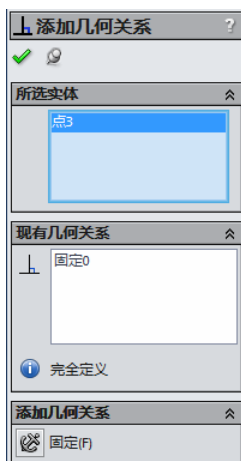
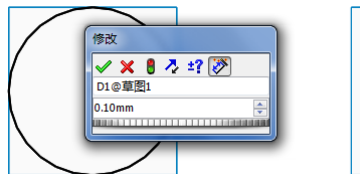

图 11-117 添加圆心“固定”约束
图 11-118 标注智能尺寸
②单击圆弧的圆心, 弹出圆心的“添加几何关系”对话框, 添加固定约束几何关系, 如图 11-117 所示, 使圆弧中心固定。单击“草图”工具栏中的“智能标注”按钮, 标注圆弧的起点和终点距离尺寸, 修改尺寸数值为 0.1, 如图 11-118 所示。
⑩生成“拉伸”特征。单击“特征”工具栏中的“拉伸凸台/基体”按钮, 或执行“插入”→“凸台/基体”→“拉伸”菜单命令, 系统弹出“凸台-拉伸”属性管理器, 在方